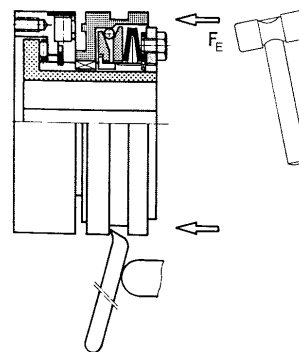

Fig. 2
Le limiteur de couple EAS® se réenclenche par simple pression axiale sur la pièce de commande (3), fig. 2.
- ☐ Manuellement par ex. avec un maillet en plastique ou avec un levier de montage (fig. 2).